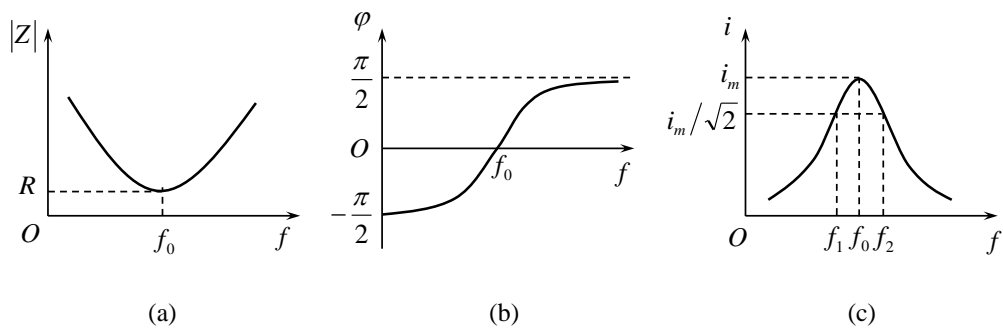

图 2 RLC 串联电路的频率特性 (a) 阻抗特性；(b) 相频特性；(c) 幅频特性
图 2 (a)、(b)、(c) 分别为 RLC 串联电路的阻抗、相位差、电流随频率的变化曲线。其中图 2 (b)  $\varphi - f$  曲线称为相频特性曲线；图 2 (c)  $i - f$  曲线称为幅频特性曲线，它表示在总电压 $u$ 保持不变的条件下 $i$ 随 $f$ 的变化曲线。相频特性曲线和幅频特性曲线有时统称为频率响应特性曲线。
(1) 储耗能特性:  $Q$  值越大, 相对[储能的]耗能越小, 储能效率越高 (可以证明  $Q$  值等于 LC 元件总储能与每周期内耗能之比的  $2\pi$  倍)。
(2) 电压分配特性: 谐振时  $u_L = u_C = Qu$ , 电感、电容上的电压均为总电压的  $Q$  倍, 因此有时称串联谐振为电压谐振。利用电压谐振, 在某些传感器、信息接收中, 可显著提高灵敏度或效率, 但在某些应用场合, 它对系统与人员却具有一定不安全性, 故而在设计与操作中应予以注意。
(3) 频率选择性: 设  $f_1$ ,  $f_2$  为谐振峰两侧  $i = i_m/\sqrt{2}$  处对应频率[如图 2 (c) 所示], 则  $\Delta f = f_2 - f_1$  称为通频带宽度, 简称带宽。不难证明